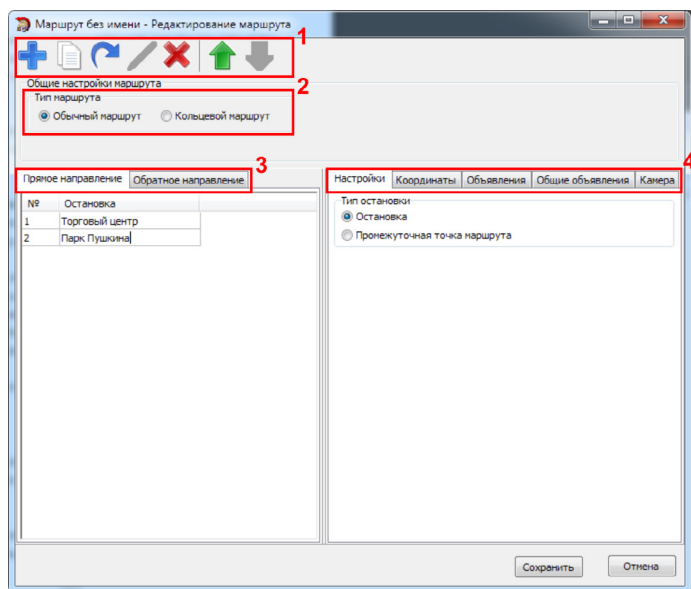

Рис.57. Редактор маршрута.
4. Для редактирования точек маршрута следует выделить нужный маршрут в списке и выбрать команду *Главное меню/Редактировать* или нажать кнопку «Редактировать выделенный маршрут» на панели инструментов. Откроется меню «Редактирование маршрута» (Рис.57).
5. В меню «Редактирование маршрута» добавить новую остановку можно, нажав кнопку «Добавить остановку» на панели инструментов (Рис.57, п.1). Остановка может быть создана из копии существующей. Для этого следует выделить нужную остановку и нажать кнопку «Копировать остановку». Все настройки выбранной остановки будут скопированы в новую. Данная функция удобна, когда необходимо добавить в список несколько остановок с аналогичными свойствами. Для удаления остановки следует выделить остановку и нажать кнопку «Удалить остановку» на панели инструментов. Кнопки «Вверх» и «Вниз» позволяют изменить порядок прохождения остановок.
6. **Тип маршрута:** обычная или кольцевая (Рис.57, п.2). Отличие обычного маршрута от кольцевого в том, что для кольцевого маршрута последняя остановка не дублируется.
7. Направление маршрута: прямое направление или обратное направление (Рис.57, п.3). В маршрут достаточно добавить остановки одного направления, обратный маршрут может быть создан из уже созданного при помощи кнопок «Копировать прямое направление в обратное» и «Копировать обратное направление в прямое». При создании обратного маршрута порядок остановок меняется на обратный. Также оба направления могут быть созданы вручную.
8. После добавления остановки следует настроить ее свойства. Настройки остановок расположены на отдельных вкладках (Рис.57, п.4).